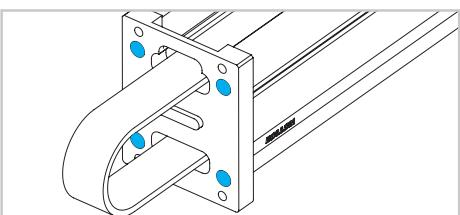

Abb. 15
- 15) Entfernen Sie die Anschlussplatte und lösen Sie die vier Schrauben (Abb.15).